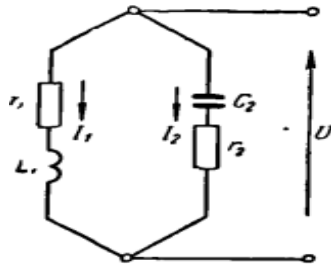

Рис. 12. Схема електричного ланцюга
15. Для електричного ланцюга, що представлено на схемі рис.12, дано: $r_1 = 5 \text{ Ом}$; $r_2 = 5 \text{ Ом}$; $L_1 = 0.05 \text{ Гн}$; $C = 100 \text{ мкФ}$, напруга мережі – 220 В , частота – 50 Гц . Визначити струми в гілках і на спільній ділянці ланцюга .